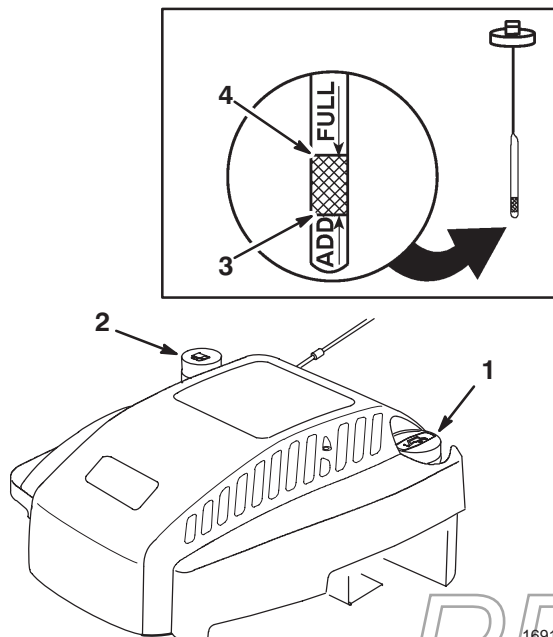

Abbildung 7
Vor jedem Gebrauch sicherstellen, daß sich der Ölstand zwischen VOLL und NACHFÜLLEN befindet (Abb. 7). Öl nachfüllen, falls der Ölstand zu niedrig ist.
3. Den Ölmeßstab abwischen und in den Einfüllstutzen stecken. Die Verschlusskappe um eine Vierteldrehung drehen. Den Meßstab wieder herausziehen und den Ölstand prüfen (Abb. 7). Ist der Ölstand niedrig, den Ölstand nur bis zur VOLL-Markierung auffüllen. **NICHT ÜBER DIE VOLL-MARKIERUNG ANFÜLLEN, DENN DER MOTOR KÖNNTE BEIM STARTEN BESCHÄDIGT WERDEN; ÖL LANGSAM EINFÜLLEN.**
1. Rund um den Kraftstofftankverschluß reinigen (Abb. 7) und die Kappe vom Tank entfernen. Bei bleifreiem Benzin den Kraftstofftank bis 6-13 mm unter den Einfüllstutzen füllen.